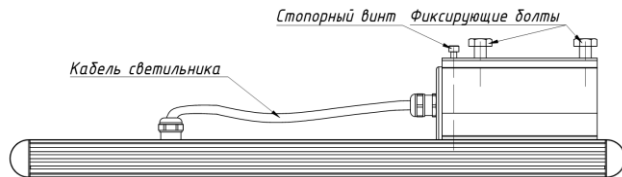

Рисунок 11.
5.10.6. Наденьте крепление на монтируемую трубу. Труба должна упираться в Стопорный винт (рисунок 11).